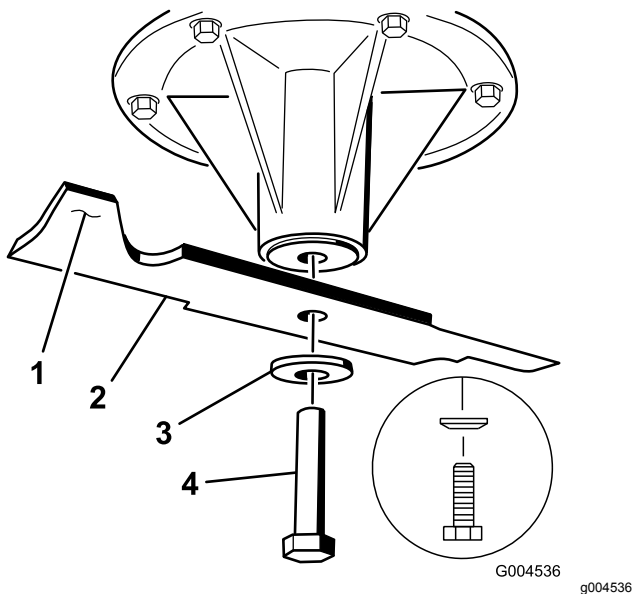

Figure 100
1. Placez la lame sur l'axe (Figure 100).
2. Mettez en place la rondelle élastique et le boulon de la lame (Figure 100).
Remarque: Le cône de la rondelle élastique doit être dirigé vers la tête du boulon (Figure 100).